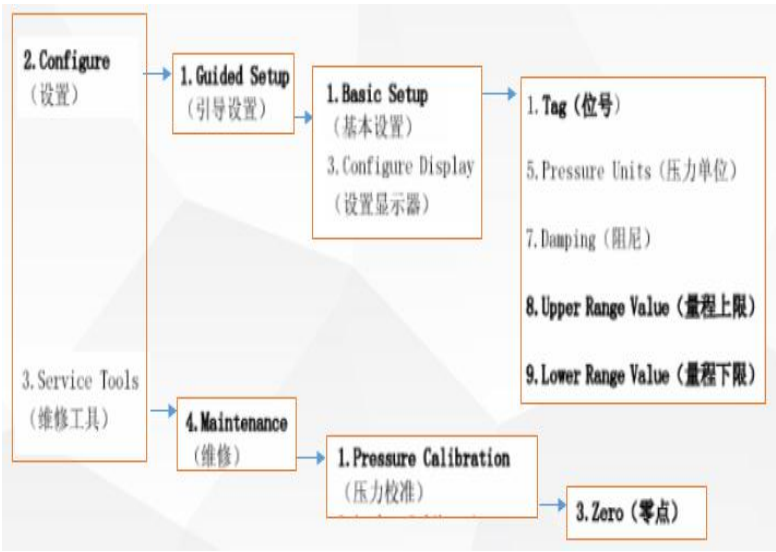
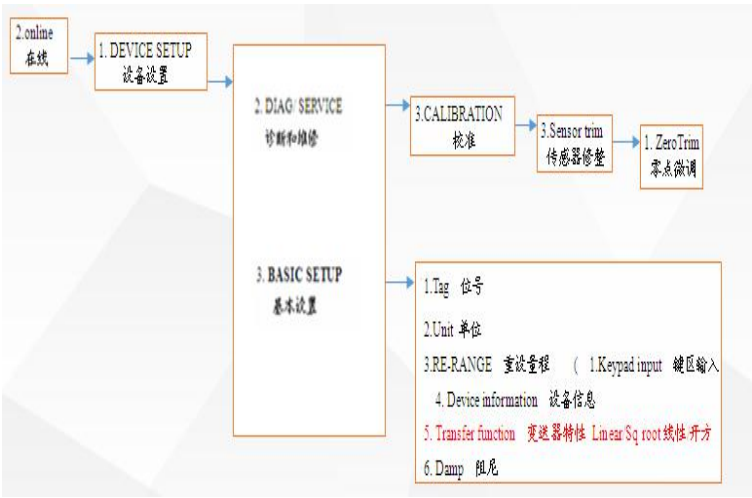

图 12 3051 组态菜单
图 13 EJA110A 组态菜单
(2) 阅读图 12 或图 13 组态菜单，再根据相应组态菜单进行组态。